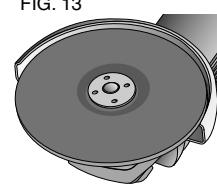

FIG. 13
3. visser la bride filetée sur la broche (fig. 13);
bride filetée au moyen de la clé à six pans fournie à cette fin (fig. 13).